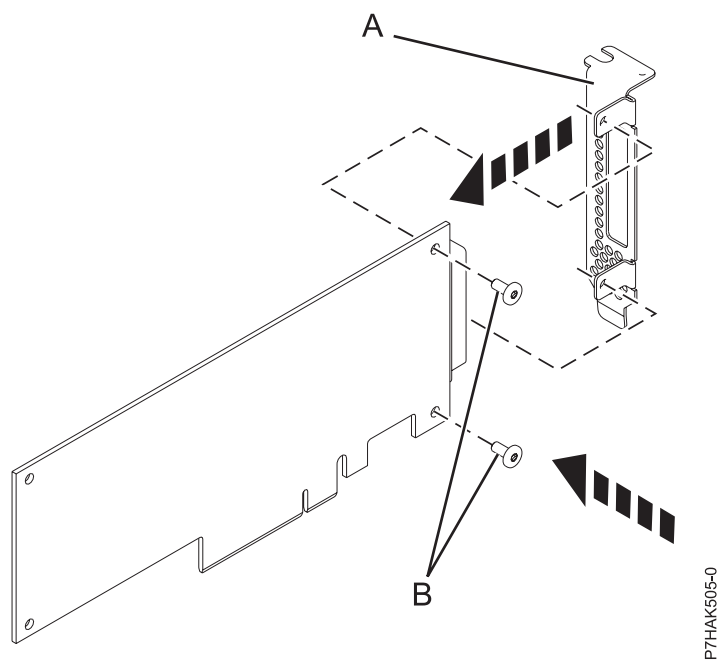

Figura 34. Colocación de la contrapunta de perfil bajo en un adaptador PCI
11. Utilizando un destornillador Phillips y los dos tornillos de retención (B), fije la contrapunta (A) del adaptador PCI anómalo en el nuevo adaptador PCI. Consulte Figura 34.